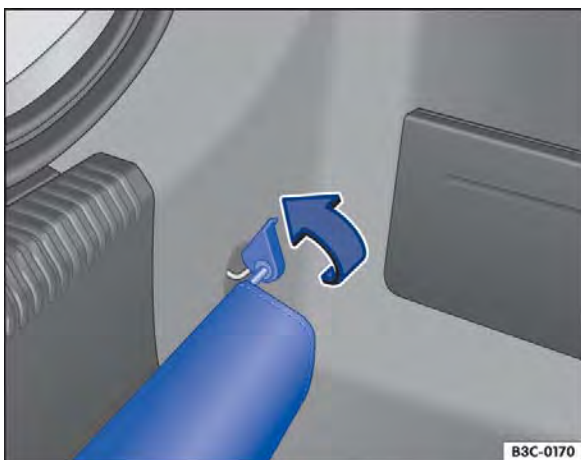

Fig. 102 No compartimento de bagagem: ponto de fixação para o pano de proteção do para-choque traseiro.
- Pressionar o suporte do pano de proteção por baixo sobre os olhais de amarração traseiros à direita e à esquerda ⇒ **Fig. 102** (seta). Para isso, possivelmente será necessário aplicar uma força maior.